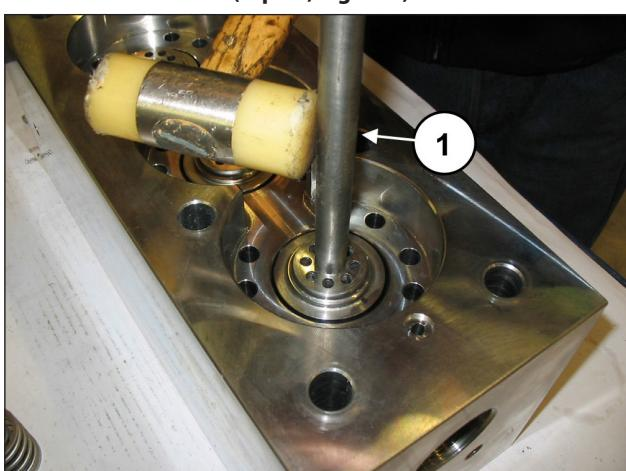

Fig. 102
Si les sièges de soupape résultent bloqués sur la tête à cause de la présence de calcaire ou s'ils sont oxydés, les débloquer en faisant passer l'outil (réf. 034300020) dans l'orifice de refoulement (rep. ①, Fig. 102).